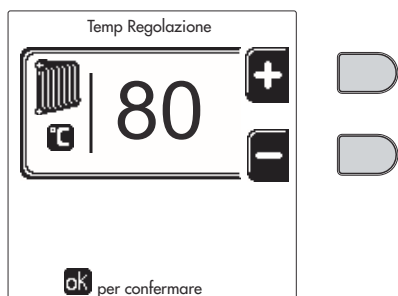
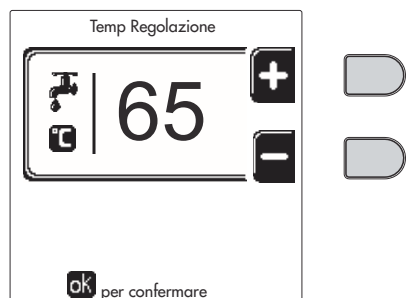

fig. 12
fig. 14
- **ON**. En cas de demande Chauffage/ECS, la chaudière fonctionne à la Température de Réglage Chauffage/Sanitaire (fig. 12/fig. 14) définie.
- En cas de demande Chauffage/ECS, la chaudière fonctionne à la Température de Réglage Réduite. On obtient la température Réduite en ôtant la valeur de la Température de Réglage Réduction (fig. 13/fig. 15) de la Température de Réglage Chauffage/ECS (fig. 12/fig. 14) définie.